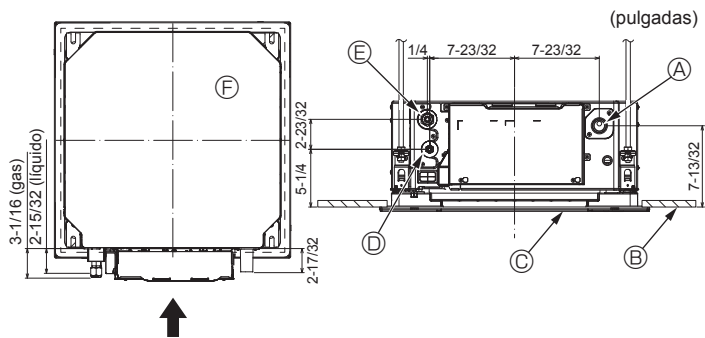

Fig. 5-7
5.4. Ubicación de los tubos de refrigerante y drenaje (Fig. 5-7)